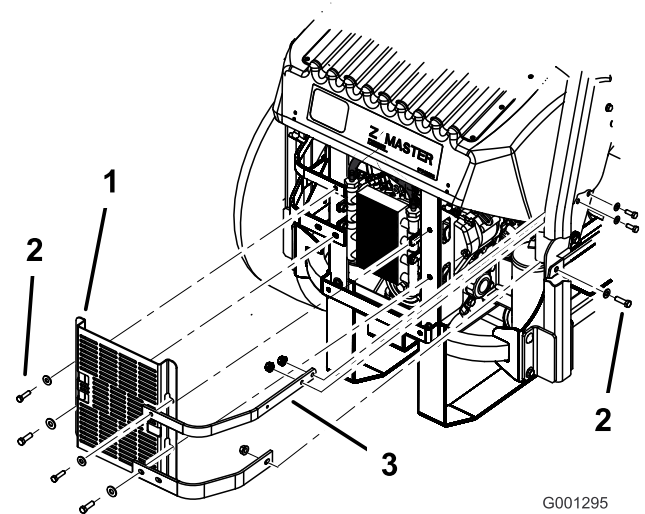

Figure 60
3. Enlevez les 4 boulons qui fixent l'écran du refroidisseur d'huile au bâti arrière (Figure 60).
4. Enlevez les 3 boulons qui fixent les barrettes du moteur au côté de la machine (Figure 60).
12. Montez l'écran du refroidisseur d'huile et les barrettes du moteur sur le bâti arrière au moyen des 4 boulons retirés précédemment (Figure 60).
13. Fixez les barrettes du moteur au côté de la machine (Figure 60).